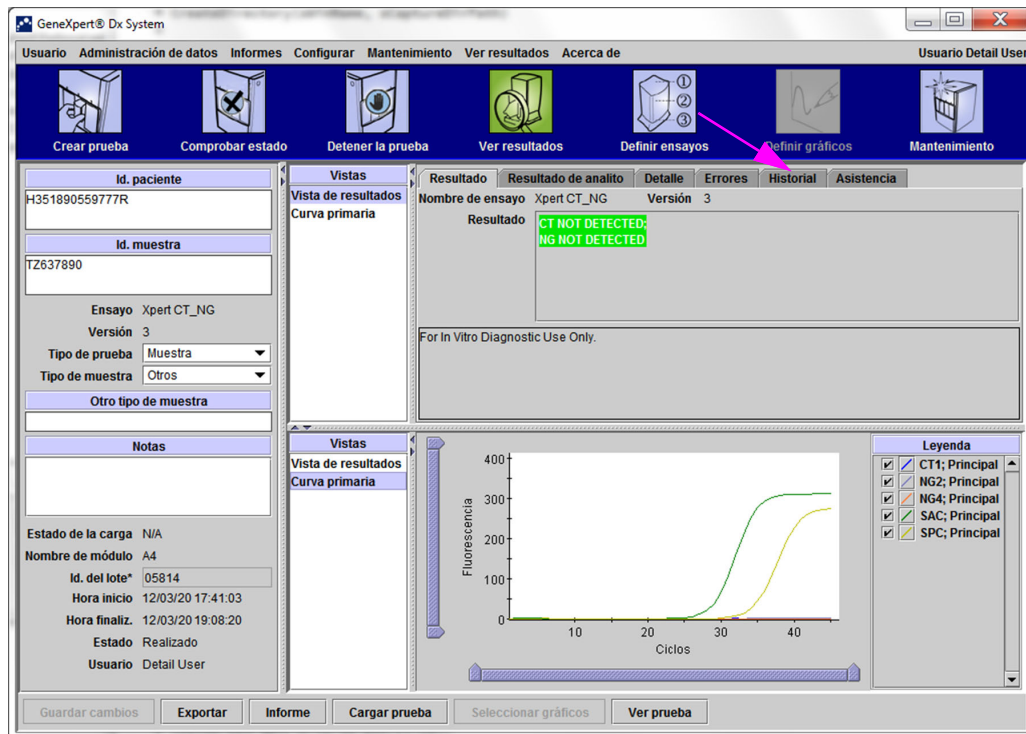
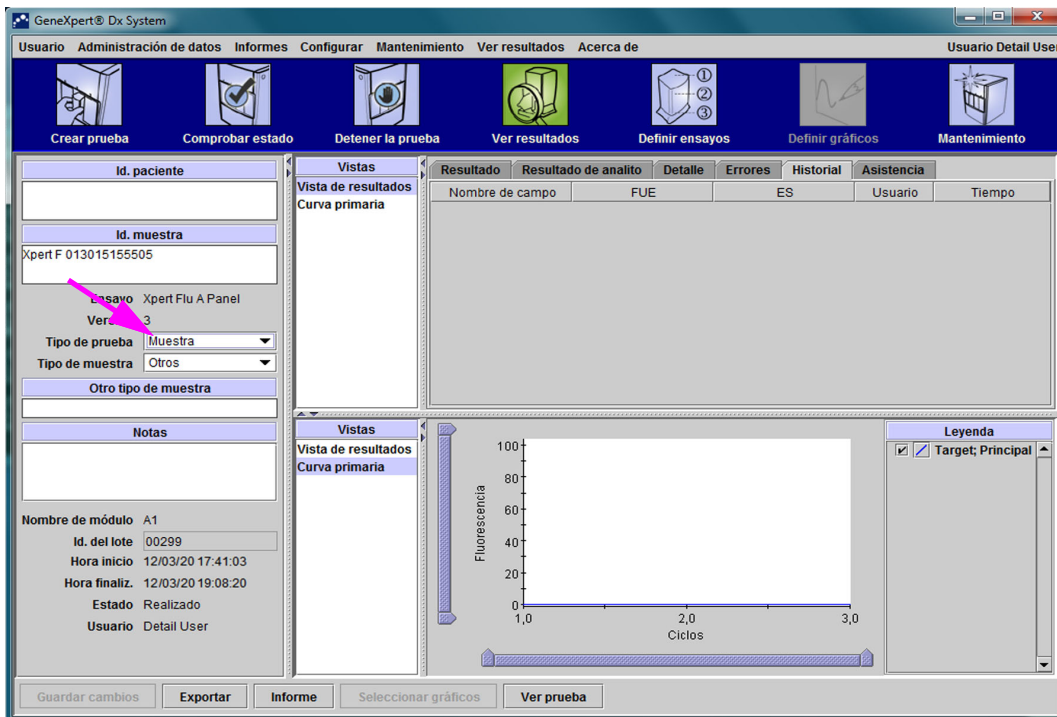

Figura 5-48. Ventana Ver resultados GeneXpert Dx System (vista de usuarios de tipo detalle y del administrador)
Figura 5-49. Ventana Ver resultados de GeneXpert Dx System, con ficha Historial seleccionada
2. Haga clic en la ficha **Historial** en la pantalla Ver resultados (consulte la figura 5-48). Se muestra La ficha **Historial**, que mostrará que no se han efectuado cambios en la prueba. Consulte la figura 5-49.